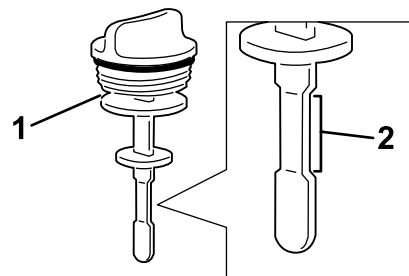

Figure 140
4. Ressortez la jauge et vérifiez le niveau de liquide (Figure 140).